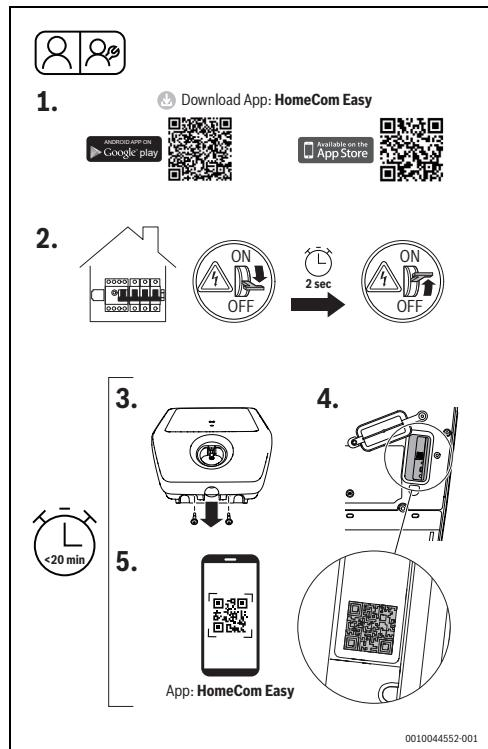

Fig. 115 HomeCom Easy
- ▶ Sluk for Power Charge 7000i på strømforsyningens fordelingstavle, og tænd igen efter ca. 2 sekunder (fig. 115, trin [2]).
- ▶ Løsn de to skruer på frontafskærmingen (fig. 115, trin [3]).